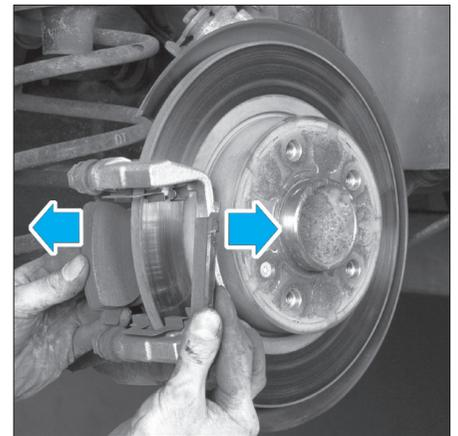

FIG. 8
- les plaquettes de frein (Fig.8),